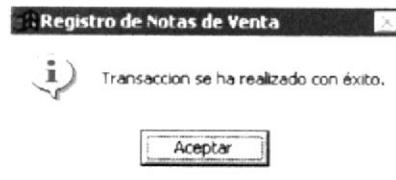

Figura 9.39 Mensaje de Información.
- Si no ocurrió ningún error de los mencionados anteriormente, enseguida el sistema presentará el mensaje de la figura 9.39